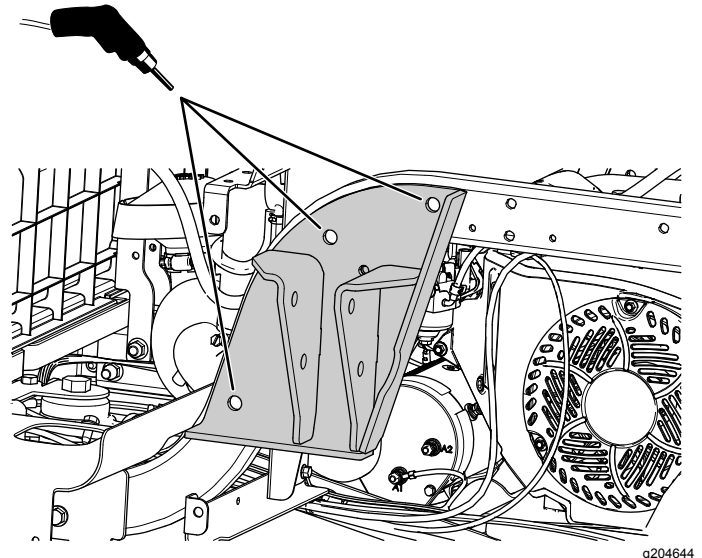

図 14
4. ROPS ブラケットを型紙にして、フレームに、直径 13.5mm の穴を3つ開ける 図 14。